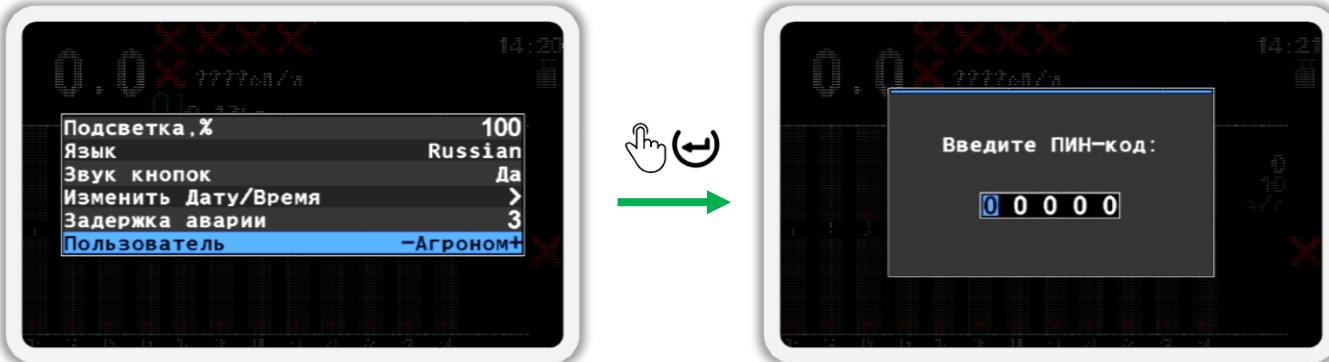

Рисунок 60
6. Выберите пользователя «Агроном» (см. Рисунок 60 слева). Для этого используйте кнопки  «Плюс» и  «Минус».
8. В появившемся окне (см. Рисунок 60 справа) введите ПИН-код «88888». Цифра, значение которой можно изменять, отображается черным цветом на синем фоне. Для изменения её значения используйте кнопки  «Плюс» и  «Вверх» и